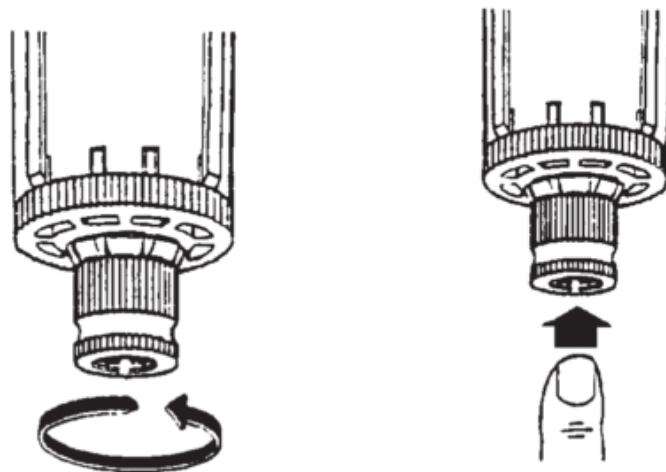

Abb. 15: Ablassen Kondenswasser aus Filter/Druckregler
- ◆ Lassen Sie das Kondenswasser aus dem Filter/Druckregler (Abb. 15:). Dabei muss der Tank unter Druck stehen.
- ◆ Lassen Sie das Kondenswasser aus dem Filter/Druckregler (Abb. 15:).
- ◆ Lassen Sie das Kondenswasser aus dem Filterdruckminderer (Abb. 15:).